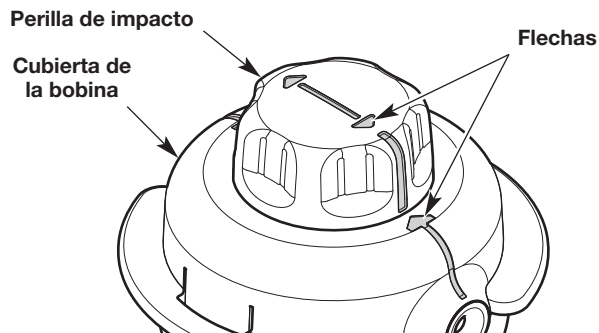

Fig. 18
- Gire la perilla de impacto para alinear las flechas de la perilla con las flechas de la cubierta de la bobina (Fig. 18).